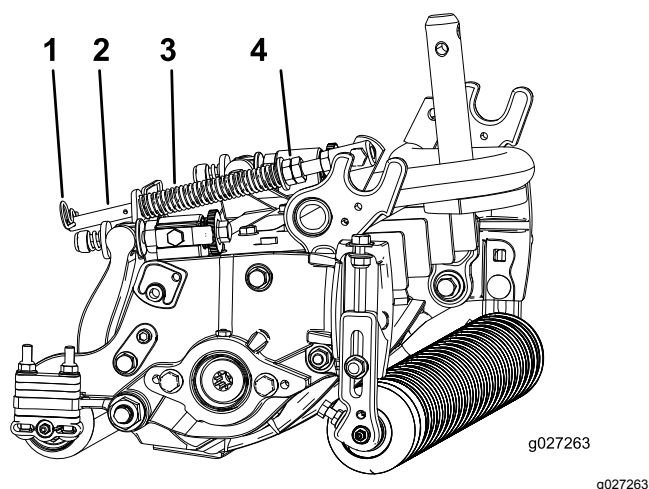

Figura 19
1. Certifique-se de que o contrapino do gancho está instalado no orifício traseiro na haste da mola (Figura 19).
2. Aperte as porcas sextavadas na extremidade dianteira da haste da mola até que o comprimento da mola em compressão seja de 12,7 cm; consulte a Figura 19.